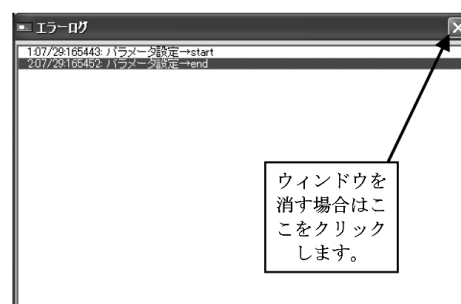

図 9.7.2 エラーログウィンドウ
2. すると、図9.7.2のようなエラーログウィンドウが表示されます。